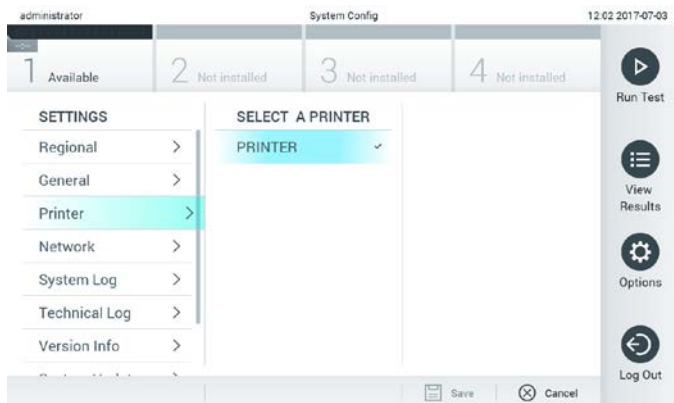

Рис. 65. Выбор принтера для системы.
3. Выберите принтер в списке доступных принтеров (рис. 65).